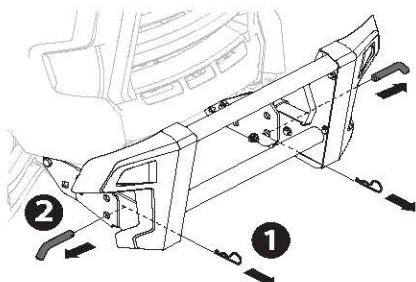

Figure 57
1. Retirez les deux goupilles fendues avant d'enlever les axes de chape (Figure 57).